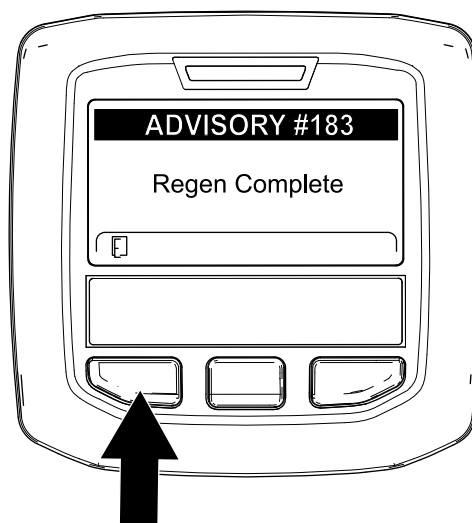

Figura 58
9. Cuando el ordenador del motor finaliza una regeneración con la máquina aparcada o una regeneración de recuperación, el InfoCenter muestra ADVISORY #183 (Aviso n.º 183) (Figura 58). Pulse el botón de la izquierda para salir a la pantalla de inicio.
Nota: Si la regeneración no se realiza correctamente, el InfoCenter muestra Advisory #184 (Aviso n.º 184) (**Figura 58**). Pulse el botón de la izquierda para salir a la pantalla de inicio.